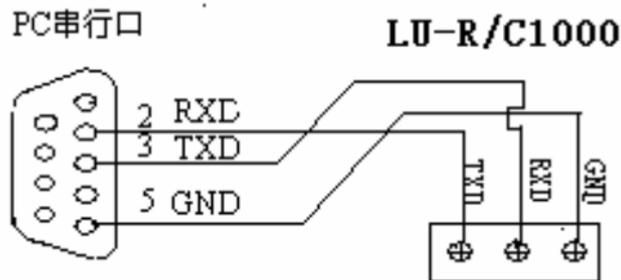

图5.1 RS-232通讯接线方法
**硬件连接:** RS-232的通讯接口为接线端子: 8 (TXD)、7 (RXD)、板一的B1脚 (GND) 分别接标准9针串口的2、3、5脚。用户只需将所配备的RS-232三芯通讯线的一端接于此端口,另一端与上位机的串行口相连。其连接方式见图5.1。